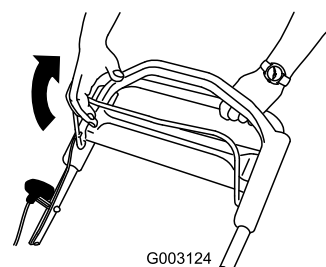

Figura 26
2. Tire de la barra de control de la cuchilla hacia el manillar (Figura 26).